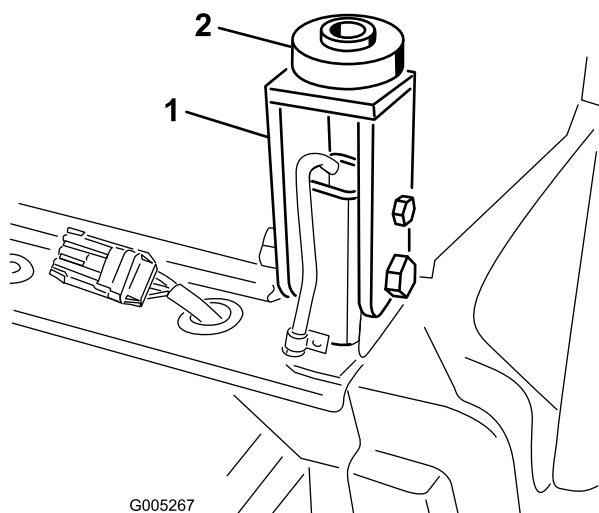

Figura 40
9. Instale un taco de goma en cada punto de montaje trasero de la cabina (Figura 40).